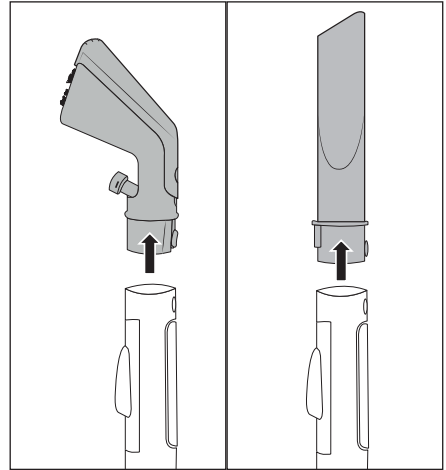

Fig. 8
- ◆ Tryk på låseknappen **25/32** og tag polstermundstykket **22** eller fugemundstykket **23** af sprøjte-/sugeslangen **19** (se fig. 8).